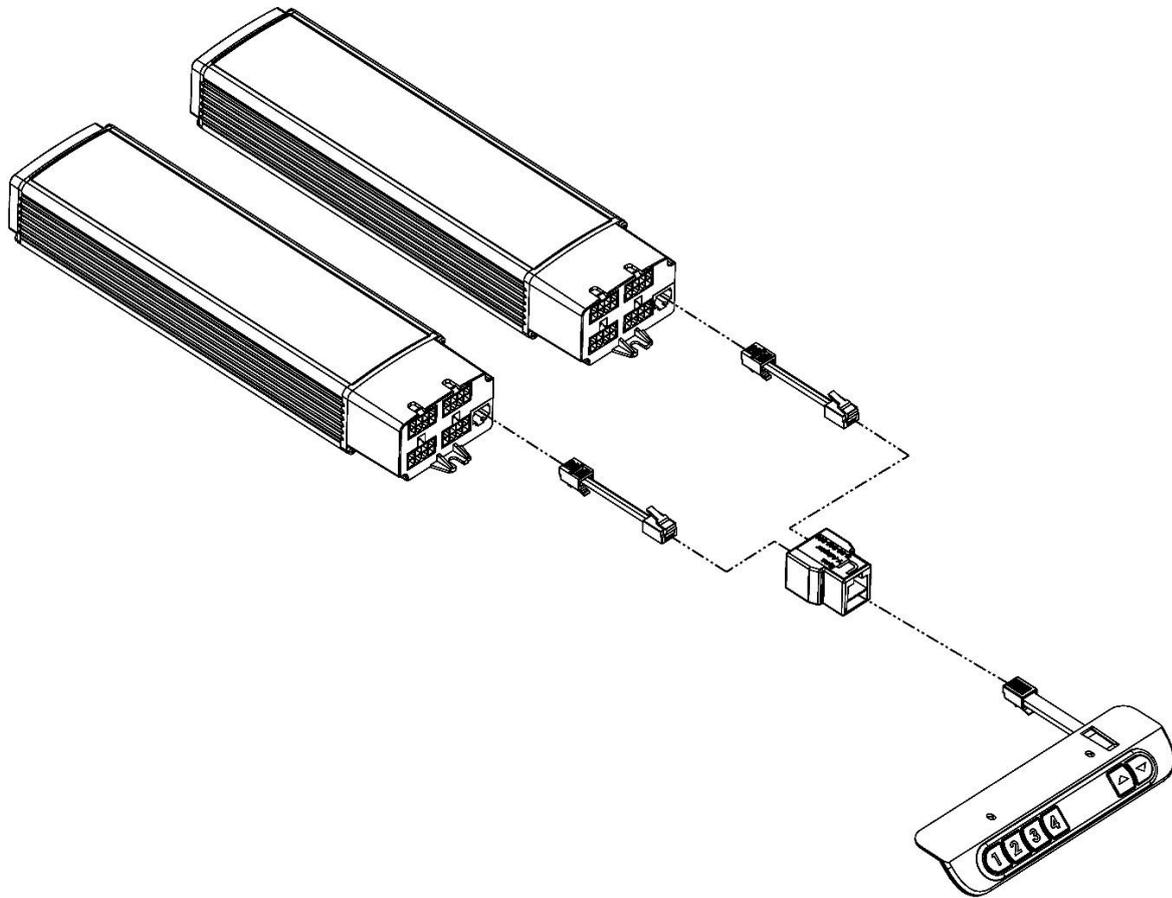

Abbildung 21: Aufbau verlinktes Steuerungssystem mit mehr als 4 Hubelementen
- ➔ Der komplette Aufbau dieses verlinkten Steuerungssystems mit mehr als 4 Hubelementen ist in der Abbildung 21 auf der nächsten Seite dargestellt.